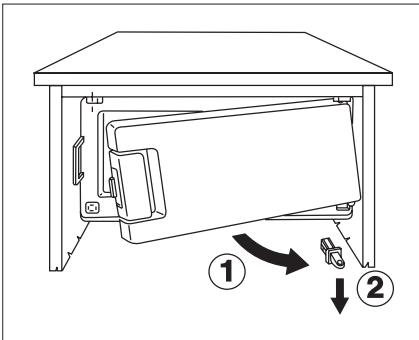

Abb. 5
- Gefrierfachtür nach unten abnehmen. (Bild 5).